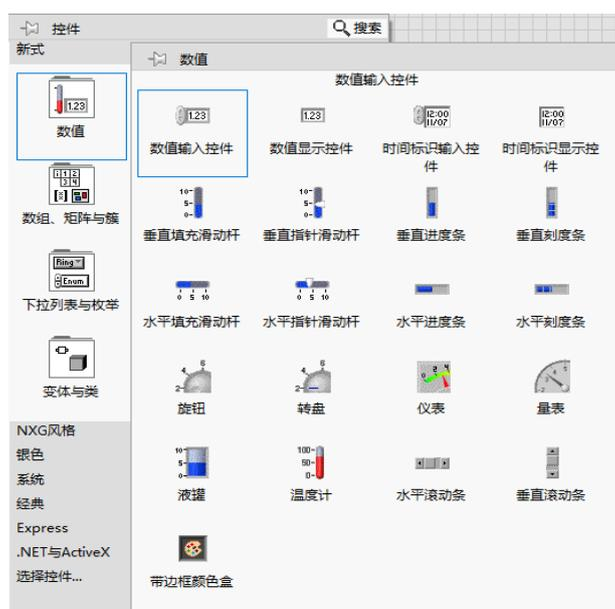

图 2-14 选择控件
2、在前面板上单击右键，打开控件选板，将鼠标移到“数值”选项上，将弹出子选板，如图 2-14 所示，此时单击“数值输入控件”，移动鼠标到合适位置，单击鼠标左键将释放悬挂到鼠标上的控件，此时程序框图也将出现相应的数值连线端子；